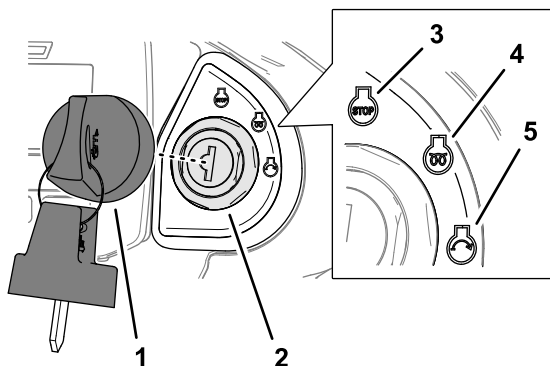

Figura 25
4. Ruotate la chiave in posizione di spegnimento (Stop) (Figura 25).